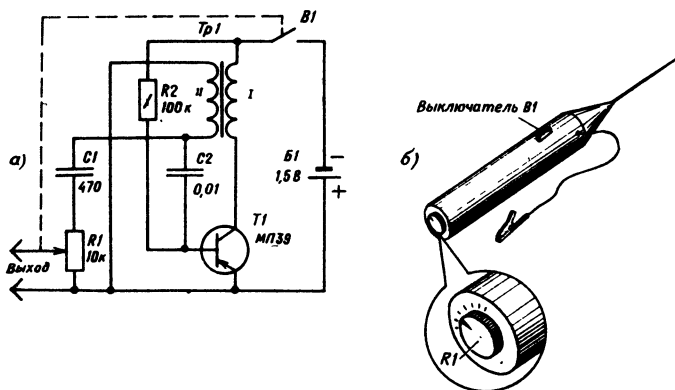

Рис. 69. Генератор-пробник на одном транзисторе
1. *Генератор-пробник на одном транзисторе* (рис. 69, б) предназначен для быстрой проверки каскадов усилителей или радиоприемников.
Принципиальная схема генератора-пробника изображена на рис. 69, а. Он вырабатывает импульсное напряжение с амплитудой, достаточной для проверки предоконечных и входных каскадов усиления низкочастотных конструкций. Помимо основной частоты на выходе пробника будет большое количество гармоник, что позволяет пользоваться им и для проверки высокочастотных каскадов — усилителей промежуточной и высокой частоты, гетеродинов, преобразователей.